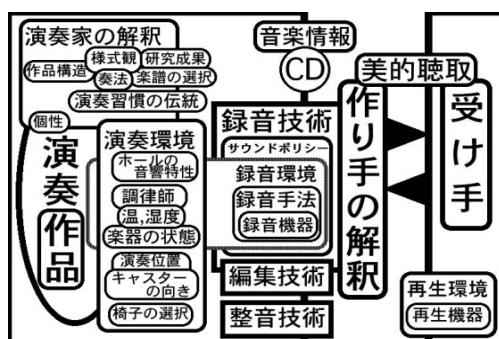

図1 藝術音樂の錄音・再生での音樂情報
藝術音樂のCD等、錄音物において、「作り手」の錄音制作と「受け手」である演奏家、一般聴衆の間に、その音質及び音のバランスに対する価値基準に乖離が生じている（図1）。明星大学藝術音樂錄音研究会では、錄音技術のあり方、音楽表現の可能性について研究を行ってきた^{注1)}。優れた演奏家の紹介を兼ねて、実際のもの作りとしてのCD制作を始め、産学連携を通して現在までに4枚のCDを企画、制作、販売を行ってきた^{注2)}ので、その一端を紹介する。
- 参加した演奏家は、ステージにおける演奏調整及び錄音を聞くことにより、演奏を客観的に捉える機会となり、今後の演奏活動に大変役立ち、新たな視野を獲得できた（図1）。
- 錄音エンジニアは、暖めていたアイディア、錄音環境及び錄音技法が音楽表現に及ぼす影響について、確認する機会となった（図1）。